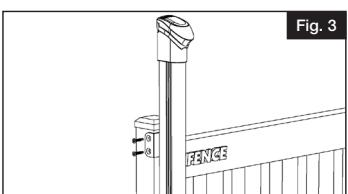

Fig. 3
Deslice el soporte superior "A" hacia arriba tanto como sea posible o hasta aprox.  $\frac{1}{4}$ " bajo la tapa del poste e instale (2) tornillos #10 de 1" (Fig. 3).